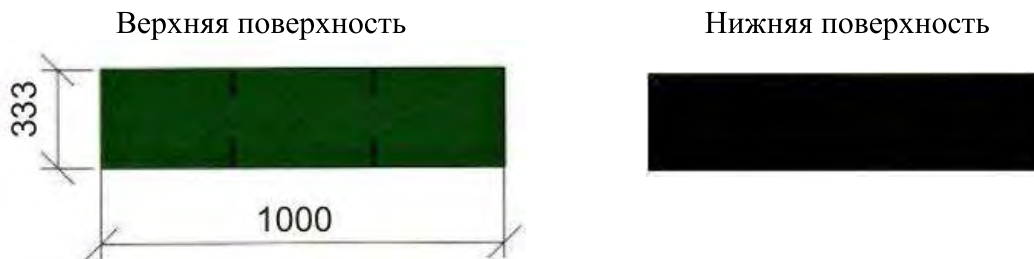

Рисунок 2.2. Карнизная и коньковая черепица “RoofShield”
2.2.4. Карнизная и коньковая черепица по составу аналогична рядовой кровельной черепице “RoofShield” только другой формы нарезки с покрытием морозостойким самоклеющимся слоем не менее 70 % (рисунок 2.2.)